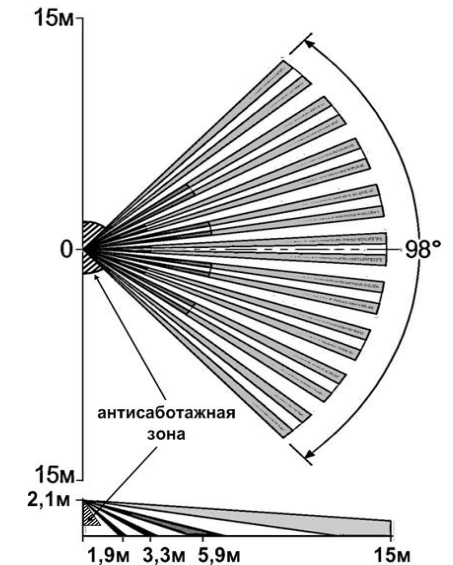

Рис.3 Диаграмма зоны обнаружения при установке извещателя на высоту 2,1 м и наклоне основания извещателя вниз (в вертикальной плоскости) на угол 6°
- Широкоугольная линза, позволяющая создать зону обнаружения максимальной площади (см. рис.3).
- Дополнительная охранная (антисаботажная) зона препятствует попыткам маскировки (саботажа) зоны обнаружения извещателя. Эта зона направлена конусообразно вниз (рис.3). Дальность обнаружения антисаботажной зоны - до 1,5 м.